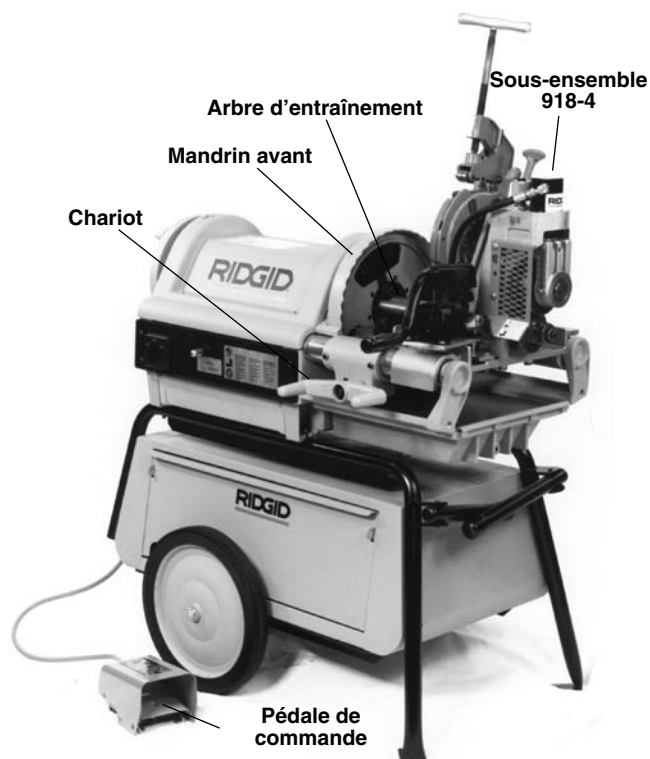

Figure 6 – Rainureuse à galets n° 918-4 sur machine à fileter n° 1224
- Posez la 918-4 sur le rail de chariot opposé et baissez-la sur le rail le plus proche (Figure 6).